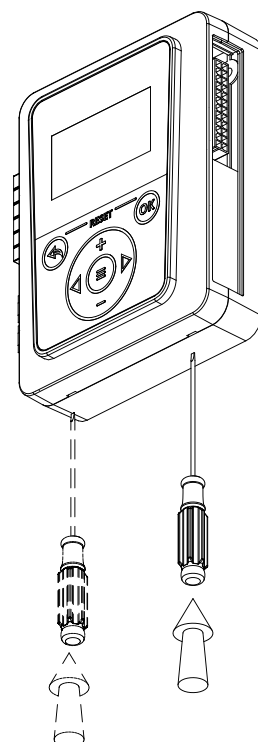

Рис.15 Демонтаж лицевой панели
2. снимите лицевую панель контроллера, ослабив защелки с помощью отвертки (рис.15);